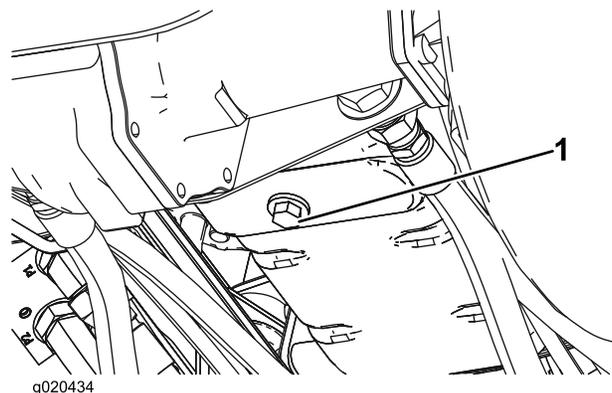

Figure 50
1. Retirez le bouchon de vidange (Figure 50) et laissez couler l'huile dans un bac de vidange. Remettez le bouchon en place lorsque la vidange d'huile est terminée.